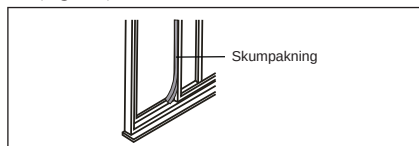

Fig. 21
6. Skjær skumpakningen til egnet lengde og tett åpningen mellom glidekarmen og det ytre vinduet, slik som vist i Fig. 21.